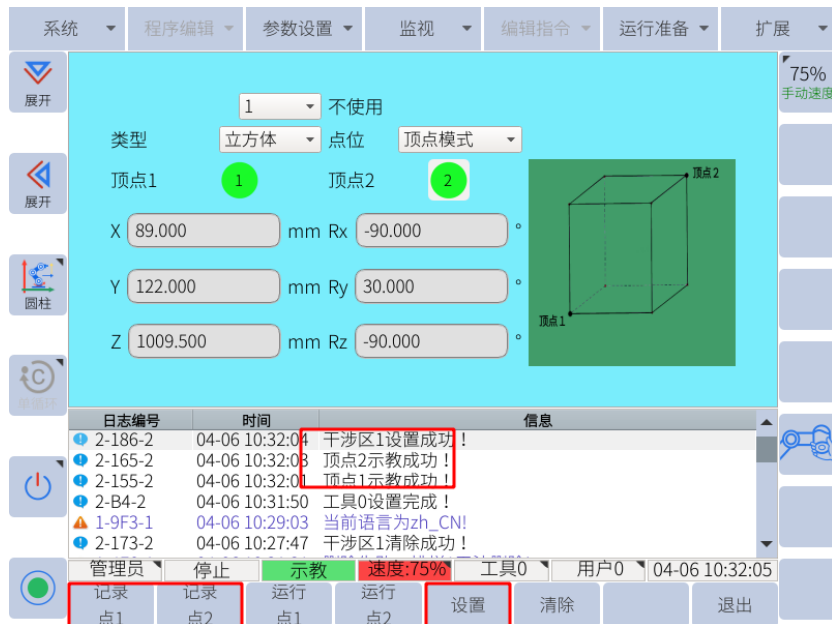

图 6-91：顶点模式
5. 点击子菜单栏的“设置”，干涉区即设置成功，如图 6-91 所示。